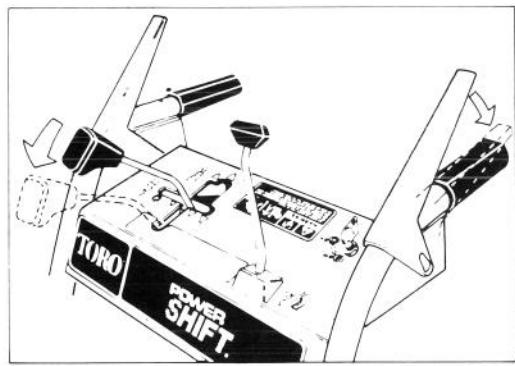

Figure 11
2. Pour orienter le roues vers l'avant ou vers l'arrière, tirez la commande de conversion sans la relâcher jusqu'au bout vers l'avant en position Power Shift (fig. 11).
3. Engagez entièrement le levier d'entraînement de traction pour régler les roues en position Power Shift (fig. 11 & 12).